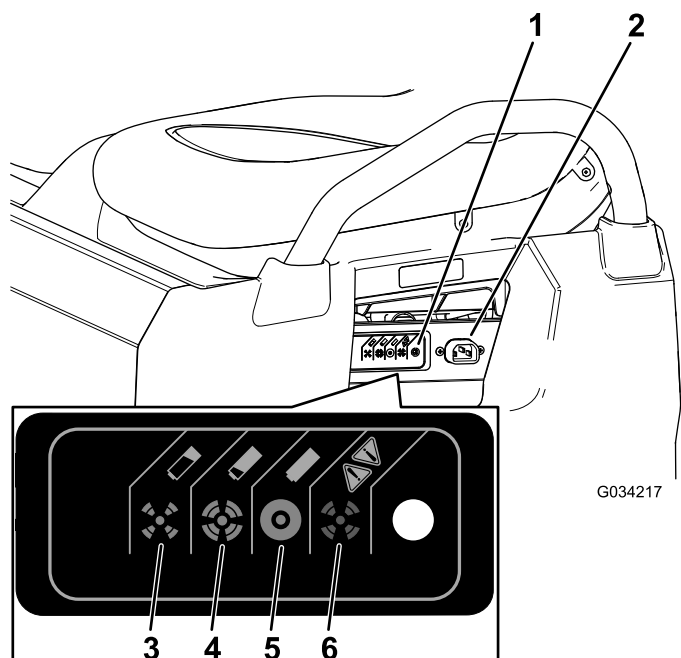

Figura 35
- Collegate un cavo di ricarica calibro **16 (o di diametro superiore)**, da **2,5 m o più corto** alla presa di ricarica sulla macchina (**Figura 35**).
Fate riferimento alla tabella seguente e **Figura 35** per informazioni sui significati dei diversi colori della spia dello stato del caricabatterie.